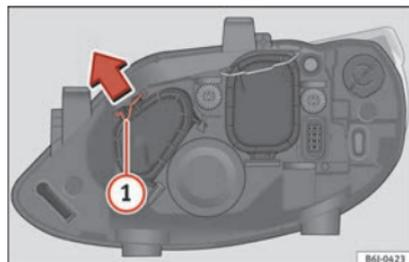

Fig. 180 Feu de position.
- Déplacez le tirant ① dans le sens de la flèche puis retirez le cache » fig. 180.